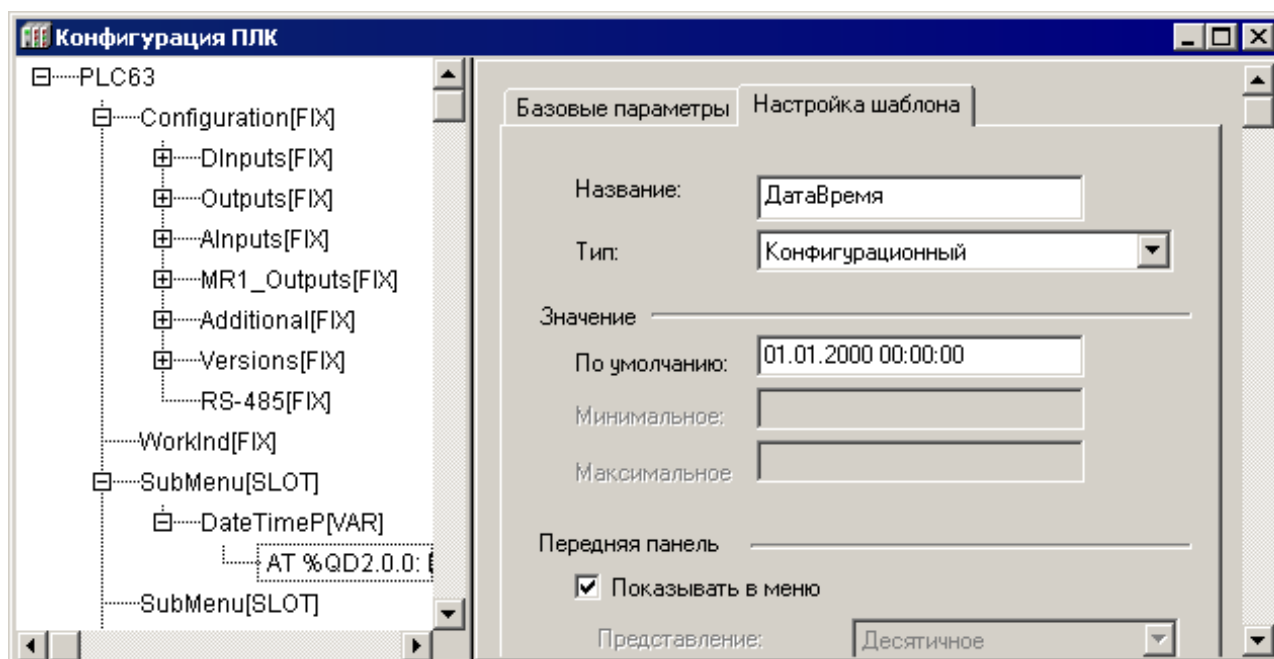

Рисунок 7.23 – Формат значения параметра «DateTimeP»
- **«DateTimeP»** – подэлемент, содержащий дату и время; имеет канал типа DWord, в котором хранится значение времени и даты в специальном формате. Значение параметра задается в формате ДД.ММ.ГГГГ ЧЧ:ММ:СС, см. рисунок 7.23. Максимальное и минимальное значение для данного параметра не устанавливается. Для преобразования данных подэлемента «DateTimeP» в стандартный формат используется специальная функция «DT\_TO\_SystemTimeDate» из библиотеки «Owen\_fb», которая возвращает указатель на структуру «SystemTimeDate» из библиотеки «SYSLIBTIME». Для обратного преобразования используется функция «SystemTimeDate\_TO\_DT» из той же библиотеки («Owen\_fb»).